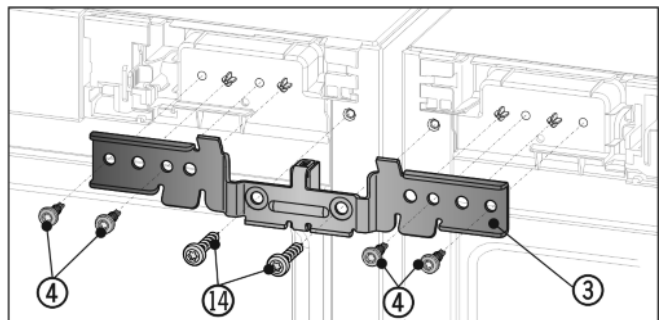

Fig. 7
- ▶ Всунути кут Fig. 7 (3) з дистанційною прокладкою між пристроями і на цапфу. Трохи прикрутіть кут з допомогою чотирьох гвинтів Fig. 7 (4) та заздалегідь викручених гвинтів заземлення Fig. 7 (14) поперемінно зліва та справа.